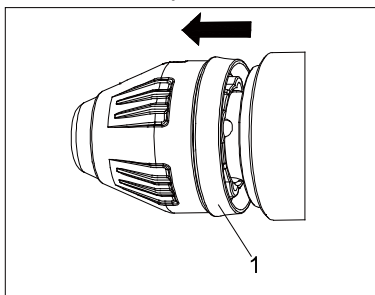

Рисунок 5
(1) Демонтаж патрона:
Установите переключатель режимов работы (4) в позицию "Долбление" (сверильный шпиндель заблокирован). (См. рисунок 5)